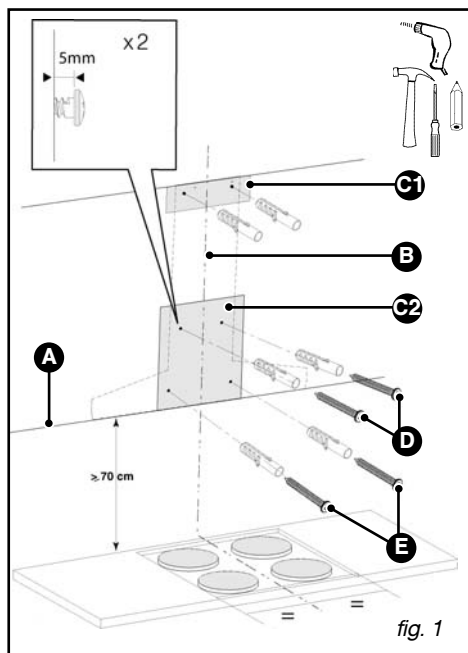

fig. 1
- Vissez les deux vis du haut de la hotte (D/fig.1) en les laissant dépasser de 5 mm.